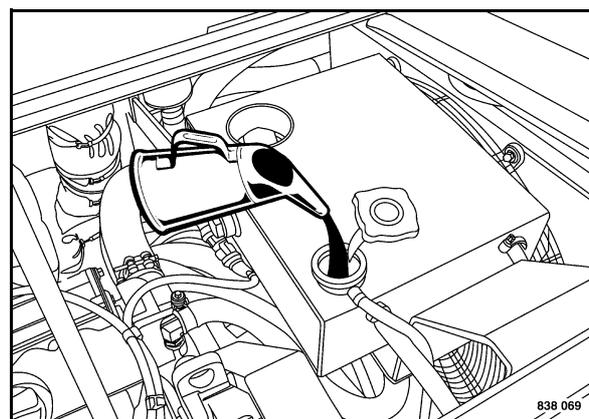

Fig. 207
- Svitare il coperchio di chiusura (Fig. 207) e riempire il liquido di raffreddamento.